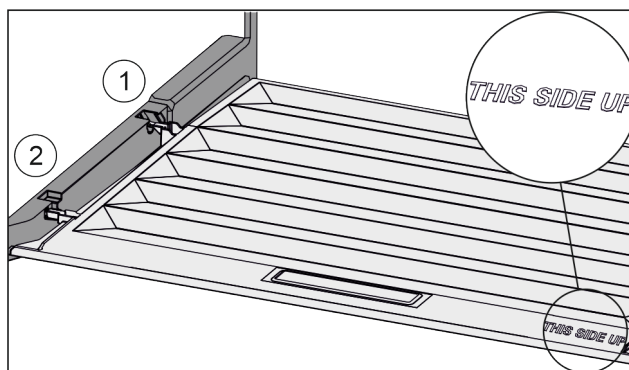

Fig. 42
- ▶ Výstupky víka zaveďte do zadních držáků *Fig. 42 (1)* a vpředu zaklesněte do držáku *Fig. 42 (2)*.